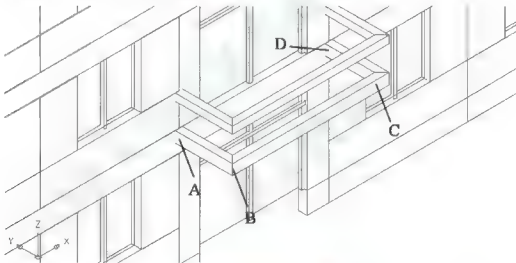

图 6.42 修改扶手的高度
- ① 在命令行无命令的状态下,选中复制生成的阳台扶手,则出现蓝色夹点。
- ② 执行菜单栏中的【修改】|【特性】命令,打开【对象特性管理器】对话框,将厚度由“300”修改为“200”,结果如图 6.42 所示。
- (1) 执行菜单栏中的【绘图】|【建模】|【网格】|【三维面】命令。
- (2) 在指定第一点或 [不可见(I)]: 提示下, 捕捉图 6.42 所示的端点 A。
- (3) 在指定第二点或 [不可见(I)]: 提示下, 捕捉图 6.42 所示的端点 B。
- (4) 在指定第三点或 [不可见(I)] 退出: 提示下, 捕捉图 6.42 所示的端点 C。
- (5) 在指定第四点或 [不可见(I)] 创建二侧面: 提示下, 捕捉图 6.42 所示的端点 D。